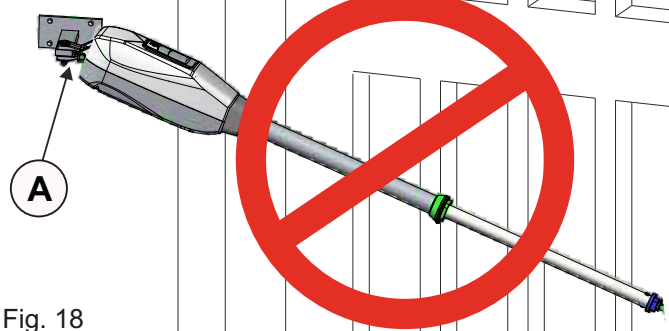

Fig. 18
**⚠ Ne pas incliner l'opérateur au-delà de l'angle permis par la fourche oscillante «A» - Fig. 18